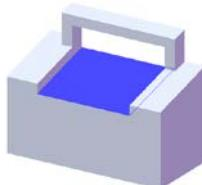

图 5.24.8 切除-拉伸 1
Step6. 创建图 5.24.8 所示的零件特征——切除-拉伸 1。
(1) 选择命令。选择下拉菜单 **插入(I) → 切除(C) → 拉伸(E)…** 命令。